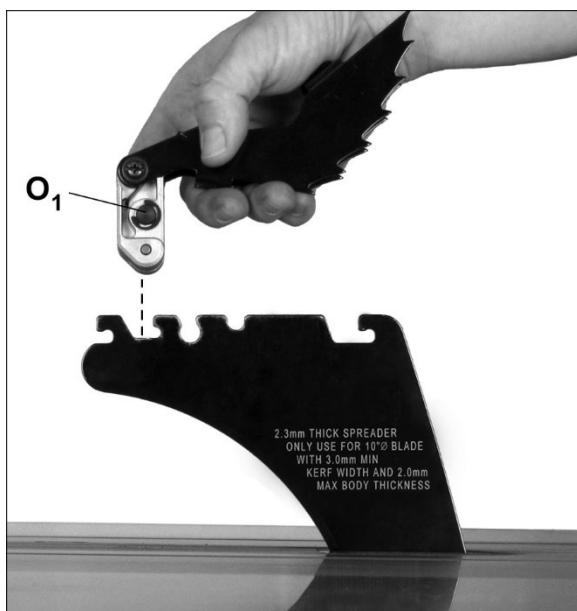

Figura 6-11
Vea la Figura 6-11 y 6-12.
- Oprima sin soltar el botón (O1) en el lado opuesto de la cabeza para liberar el pasador de retención. Monte el conjunto de fiadores hacia abajo, en la ubicación que se muestra en la Figura 6-11.